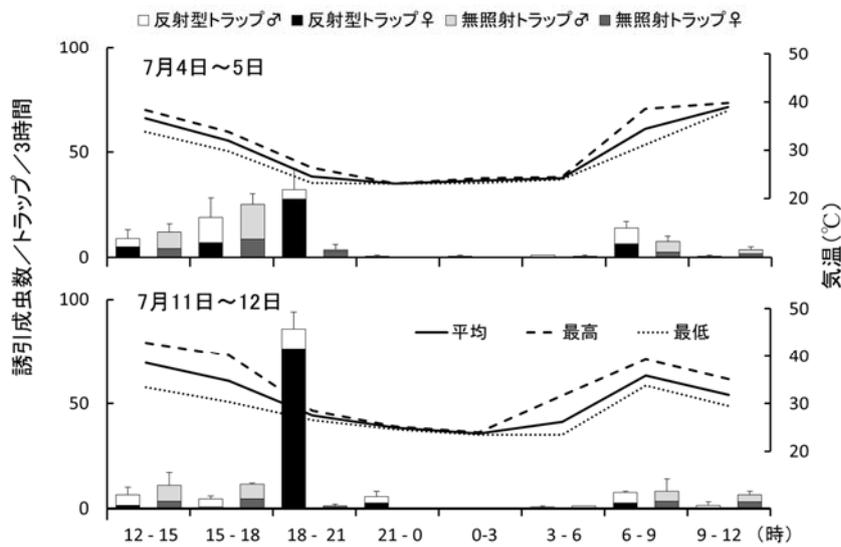

図4 青色LEDと青色粘着板を組み合わせたトラップと無照射トラップによるミナミキイロアザミウマの3時間ごとの誘引成虫数(施設ナス)。折れ線グラフは施設内の気温の推移、垂線は標準誤差を示す。日没時間と日出時間は7月4日19:15と7月5日4:50、7月11日19:13と7月12日4:54。
3. 施設ナス（7月）において、青色 LED と青色粘着板を組み合わせた反射型トラップを設置して 24 時間照射すると、ミナミキイロアザミウマの 3 時間ごとの誘引成虫数は対照の無照射トラップより 18～21 時に多くなり、雌成虫が雄成虫より多くなる（図 4）。